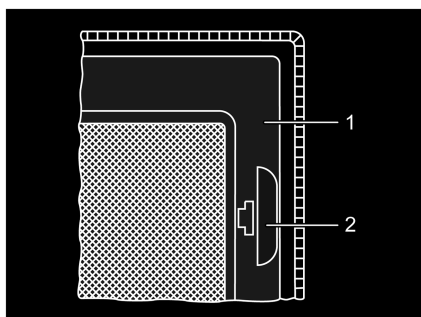

Fig. 41 Moustiquaire
- Tirer sur la poignée (Fig. 41,2).
- Rabattre la moustiquaire (Fig. 41,1) vers le bas.
- Faire basculer la moustiquaire (Fig. 41,1) vers le haut jusqu'à ce qu'elle s'enclenche.